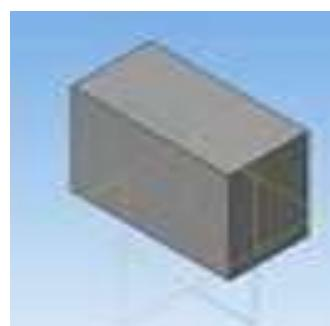

Рисунок 13.9 – Выдавливание Прямоугольника
5. Выберите Выдавливание и укажите высоту 35 мм (рисунок 13.9).